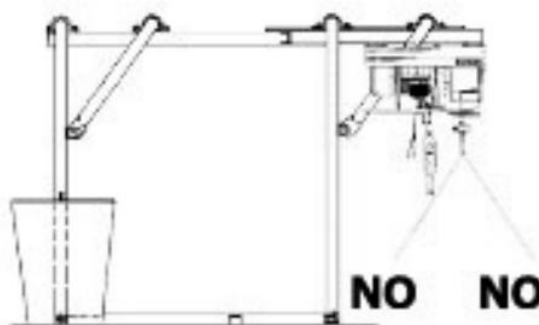

FIG. 11 — Tiro oblíquo: proibido
- 5) Evite absolutamente utilizar o guincho para puxar o cabo obliquamente em relação à vertical (FIG. 11).